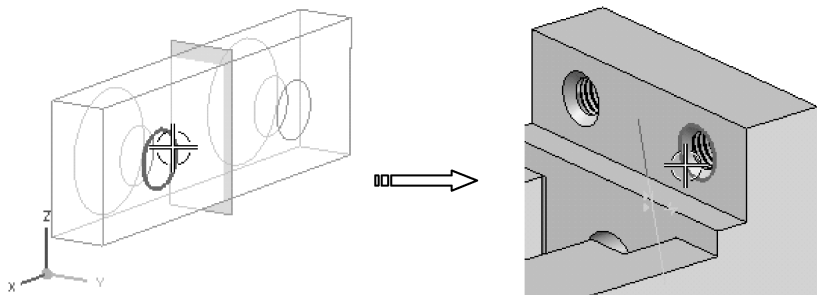

图 7-88 选择同心约束对象
- 06 将约束类型设置为【同心】，然后选择钳口板上一个孔的孔中心和底座上的孔中心作为同心约束的两个对象，如图 7-88 所示。